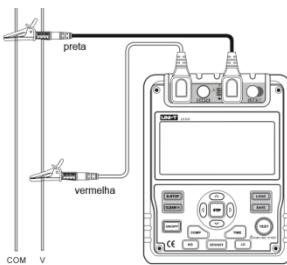

Figura 4
A. Medição de tensão (figura 4)
Para medir tensão, ligue o medidor como indicado na figura 4 e proceda seguinte forma: